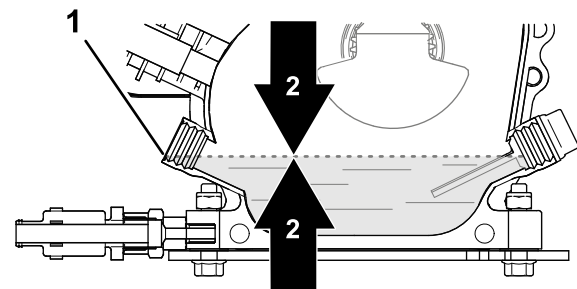

Figura 29
4. Compruebe el nivel de aceite (Figura 29).